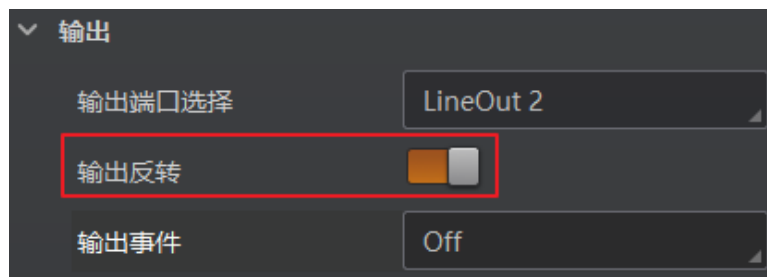

图3-50 输出反转
4. 若需要设备输出与此刻相反的信号，可启用输出反转功能，如图 3-50 所示。